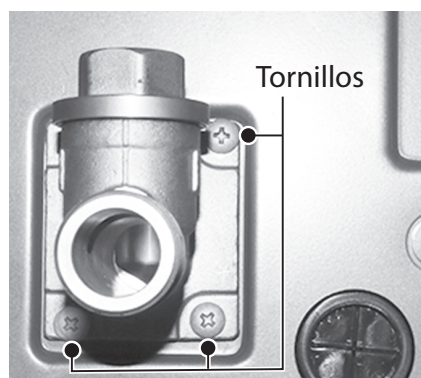

Figura 190 - Ubicación del tornillo del conjunto de salida
- 17** Ubique los tres (3) tornillos que fijan el conjunto de salida a la base del calentador de agua. Use un destornillador Phillips para retirar los tornillos. Deje los tornillos a un lado en un lugar seguro para volver a instalarlos. Consulte la Figura 190.